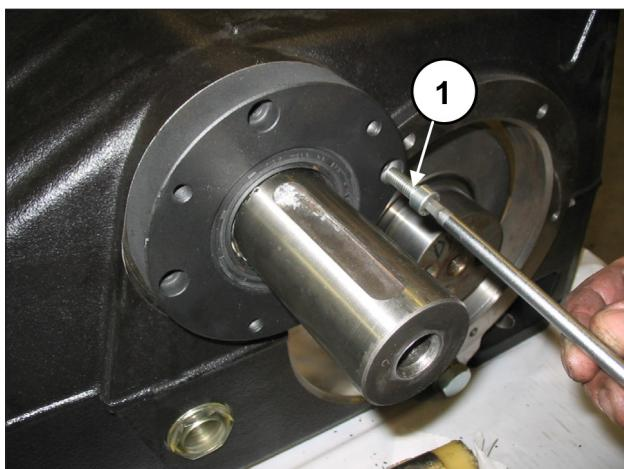

Fig. 68
Monte uma primeira cobertura do rolamento PTO (direito ou esquerdo) no carter da bomba (pos. ①, Fig. 67), e fixe-a mediante quatro parafusos M8x30 (pos. ①, Fig. 68).
Monte a cobertura do rolamento PTO que falta no carter da bomba (pos. ①, Fig. 67), e fixe-a mediante quatro parafusos M8x30 (pos. ①, Fig. 68).